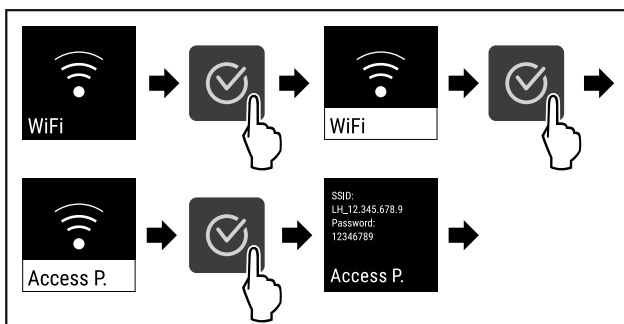

Fig. 85
- ▶ Seguir los pasos de procedimiento (consulte Fig. 85).